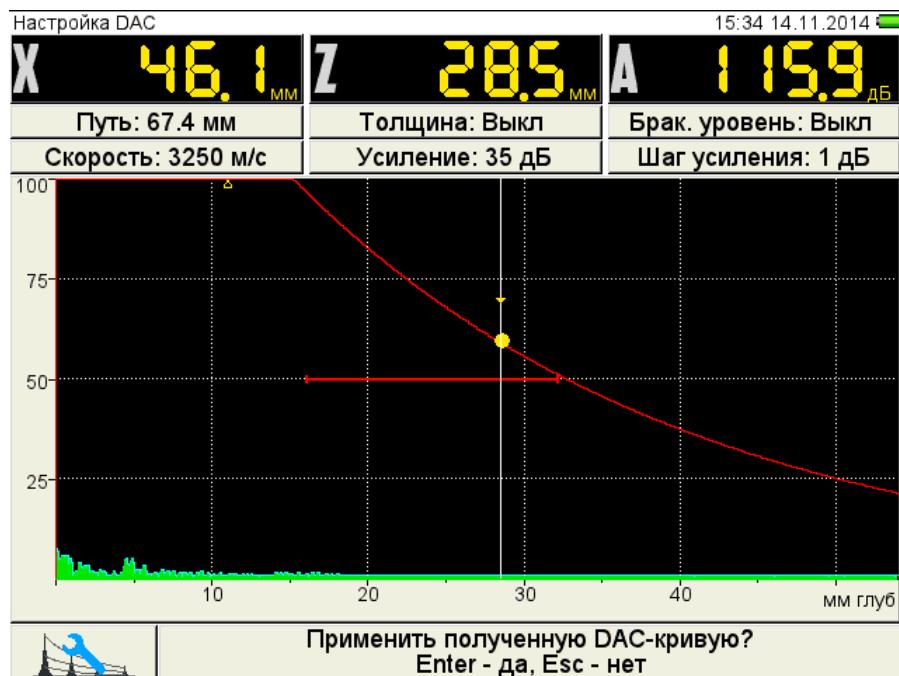

Рисунок 32
- подтвердить или отказаться от полученной DAC-кривой (рисунок 32).